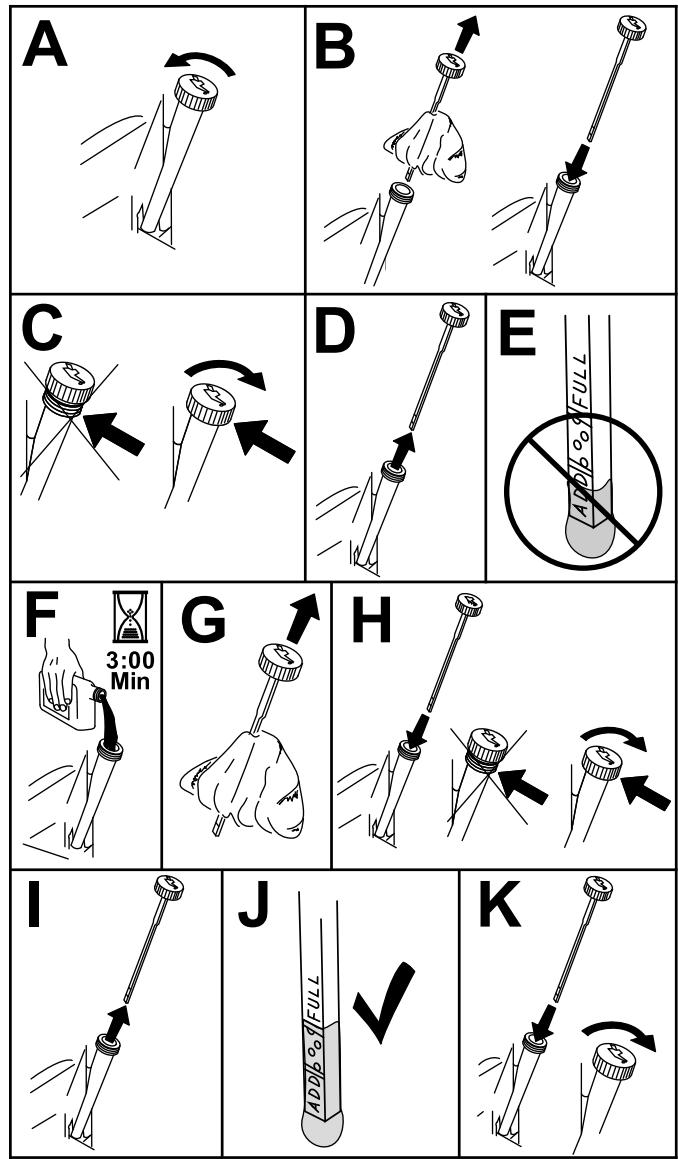

Figure 61
3. Pour éviter de faire tomber de l'herbe, de la poussière, etc., dans le moteur, nettoyez la surface autour du bouchon de remplissage-jauge d'huile, avant de l'enlever (Figure 61).